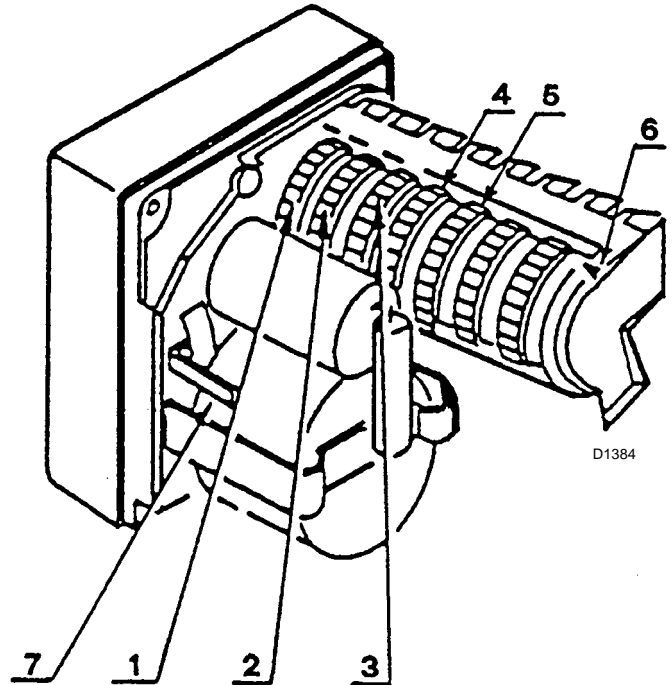

Abb. 33
- Prüfen Sie, ob die Exzentrizität des Ölnockens einen Hub von etwa 8 mm an der Welle des Ölmodulators zulässt. Normalerweise wird bei einem Hub der Welle von 8 mm eine Änderung des Drucks erzielt, die für die Modulation der Leistung vom Minimum zum Maximum erforderlich ist. Drehen Sie für diese Kontrolle den Nocken manuell, nachdem der Stellmotor mit dem Hebel 7 (Abb. 33), manuell entriegelt wurde, so dass der Hub der Welle weder zu groß noch zu gering ist. Vergessen Sie nach der Kontrolle nicht, den Stellmotor wieder zu arretieren.
Der Stellmotor (Abb. 33) reguliert gleichzeitig über Vorgelege den Luftdurchsatz und den Luftdruck und den Durchsatz des verwendeten Brennstoffes.